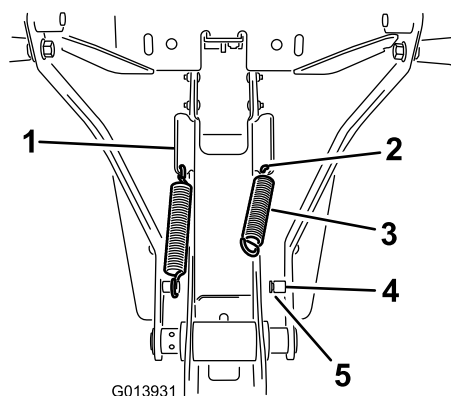

Рисунок 13
1. Установите пружину в отверстие в нижнем конце углового выступа в боковой части рамы в сборе (Рисунок 13).
2. Закрепите один конец пружины в отверстии, а другой конец – в стойке пружины (Рисунок 13).
3. Убедитесь в том, что конец защелки правильно установлен в канавку в стойке (Рисунок 13).